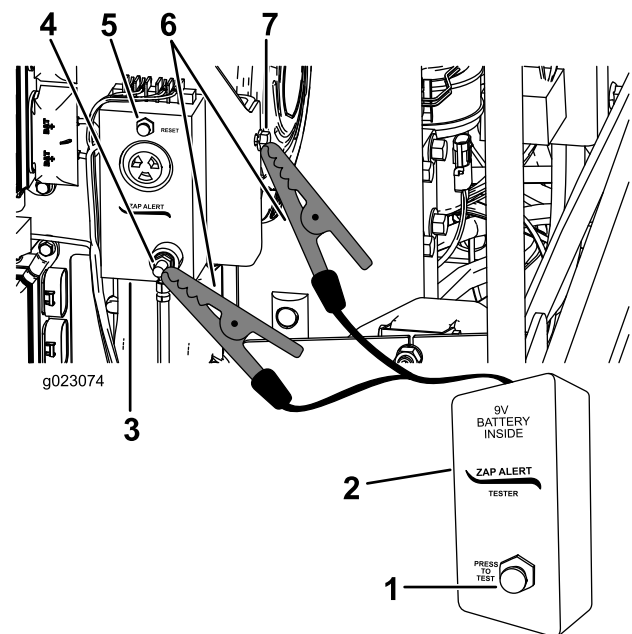

Figura 65
3. Conecte uma das garras jacaré do aparelho de teste do Zap-alert ao terminal de aterramento do sistema Zap-alert (Figura 65).
5. Pressione o botão de teste no aparelho de teste do Zap-Alert (Figura 65).
6. Pressione o botão de rearmar do Zap-Alert para suprimir o alarme (Figura 65).